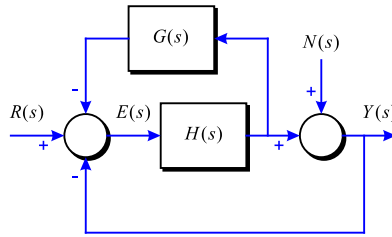

Figura 3-15
**Problema 64** El diagrama de la Figura 3-15 mostra el sistema de control d'un motor DC.  $N(s)$  és el parell de fricció a l'eix del motor i  $G(s) = \frac{K(s+3)}{s(s+1)(s+2)}$ .